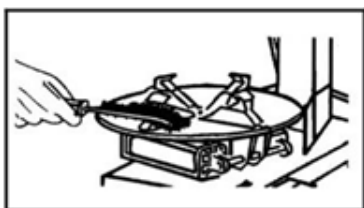

Fig. 6
- * Nettoyer et lubrifier toutes les pièces du plateau autocentrant. (Fig.6)